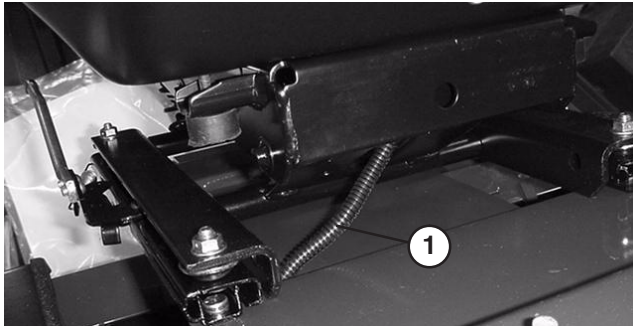

Bild 13
- Verlegen Sie den Kabelbaum des Sitzschalters durch die Löcher in der Sitzstütze und der Sitzfederung (Bild 13). Stecken Sie den Kabelbaumanschluss in den Sitzschalteranschluss unten am Sitz.